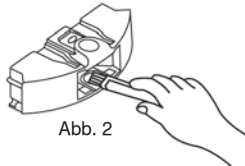

Abb. 2
2. Das Gebläse anzeigen und dann den Lufteinlass / Auslass mit Staubbürste reinigen. (siehe Abbildung 2 und Abbildung 3)